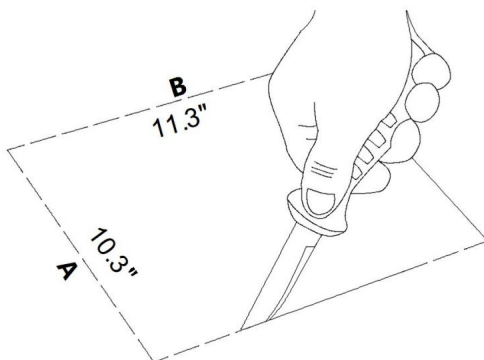

Abb.1.
2. Schneiden Sie eine Öffnung von 11,3 x 10,3 Zoll an der ausgewählten Standort. (Siehe Abb. 1.)